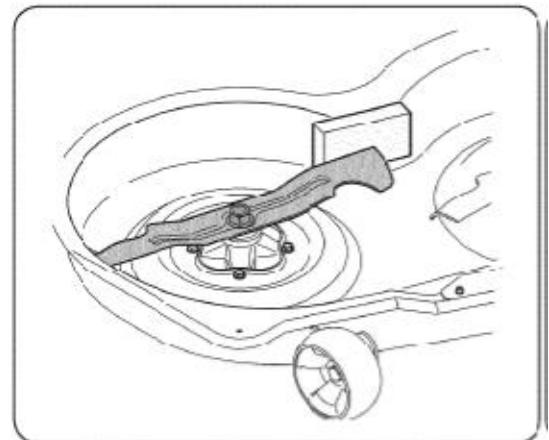

Рис. 21
2. Поместите деревянный брускок между корпусом центральной части деки и ножом, См. Рис. 21.
3. Выкрутите шестигранную фланцевую гайку, используемую для крепления ножа на шпинделе в сборе, См. Рис. 21.